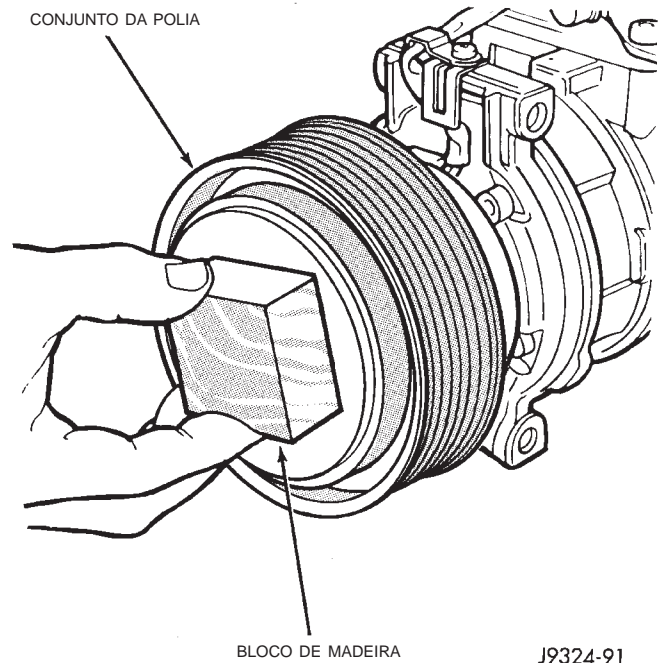

Fig. 9 Instalação do Conjunto da Polia
(4) Instale o conjunto da polia no compressor. Se necessário, coloque um bloco de madeira na superfície de fricção e bate levemente com um martelo (Fig. 9).